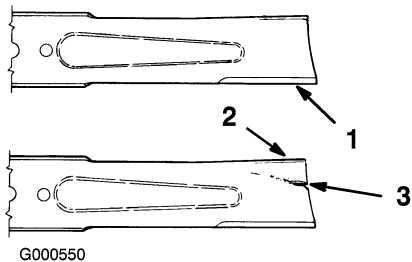

Figura 38
1. Inspeccione los bordes de corte (Figura 38). Si los bordes no están afilados o tienen mellas, retire las cuchillas y afílelas; consulte Cómo afilar las cuchillas.
2. Inspeccione las cuchillas, especialmente la parte curva (Figura 38). Si observa daños, desgaste o la formación de una ranura en esta zona (elemento 3 en la Figura 38), instale inmediatamente una cuchilla nueva.